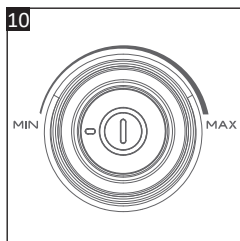

Fig. 10
- Rotiți butonul de control al puterii de aspirare (13) pentru a regla puterea de aspirație în funcție de tipul de suprafață care trebuie curățată (Fig. 10).